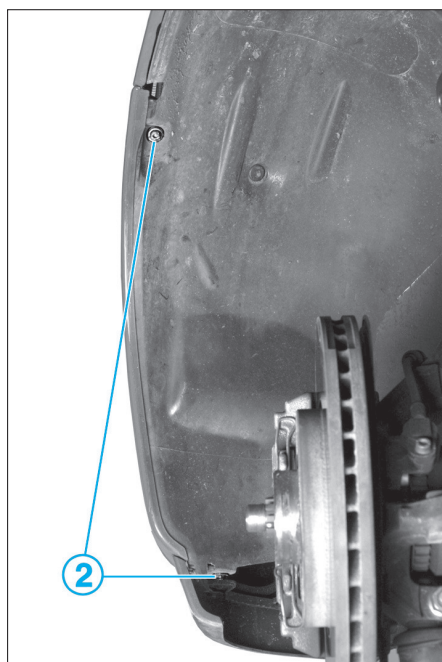

FIG. 40
- les 2 vis de fixation latérales (2) au niveau des pare-boues (Fig.40).